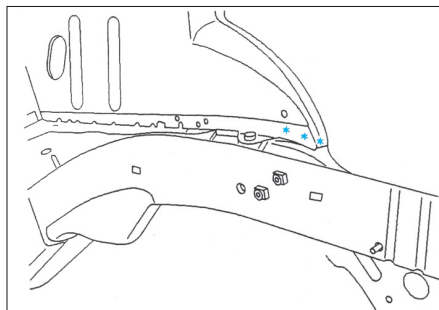

FIG. 29
- Découper par fraisage des points (Fig.29).